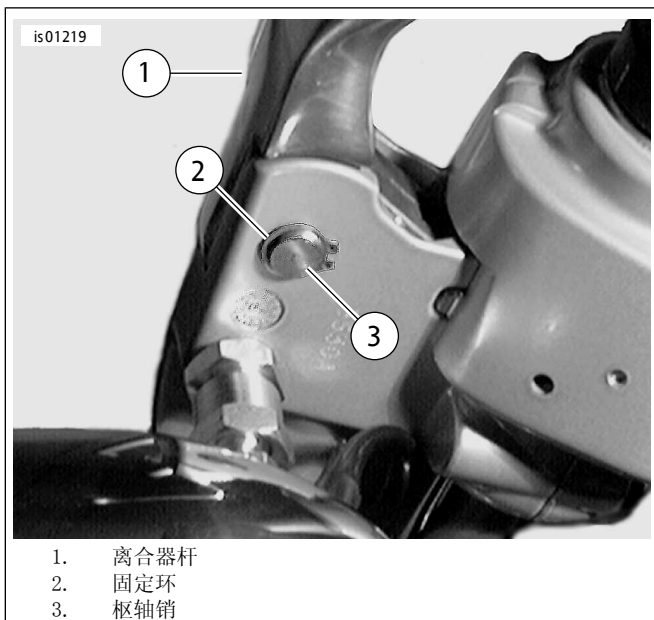

图2。拆卸离合器杆
6. 参见图2。从离合器枢轴销(3)的槽中拆下固定环(2)并丢弃。
1. 参见图2。固定刹车杆/主缸组件下的转向信号锁紧螺母,同时松开后视镜(逆时针)。拆下后视镜和转向信号组件。保留后视镜和垫圈以便重新安装。使用线缆扎带或其他设备固定转向信号组件,使其让出空间。